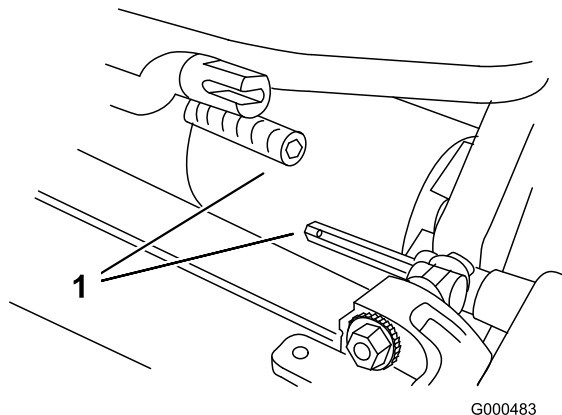

Bild 48
6. Ziehen Sie das Mähwerk ungefähr 51 mm nach vorne und dann nach rechts, um die Getriebekupplung auszukuppeln (Bild 48).